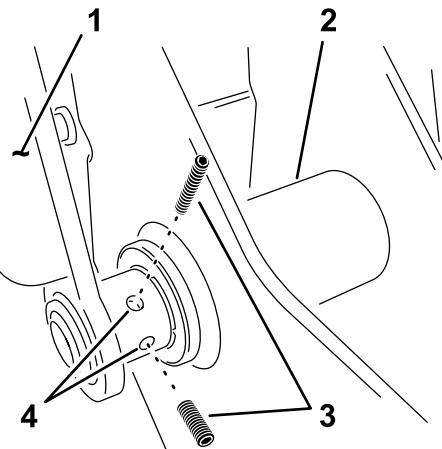

Bild 6
- Setzen Sie eine Stellschraube in den linken Arm am unteren Gelenkpunkt ein (Bild 6).